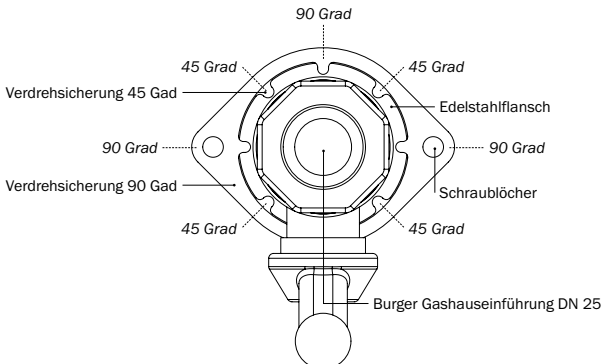

Abbildung 5.3: Beispiel für Ausrichtung der Burger Gashauseinführung DN 25, abhängig von der Verdrehsicherung 90 oder 45 Grad
- Wahlweise Verdrehsicherung 90 Grad oder Verdrehsicherung 45 Grad von unten nach oben über Burger Gashauseinführung DN 25 mit den Zapfen durch die Aussparungen des Edelstahlflansches schieben (s. Abbildung 5.3) und so auf dem Edelstahlflansch positionieren, dass die Zapfen der Verdrehsicherung mittig zwischen den Aussparungen des Edelstahlflansches liegen.